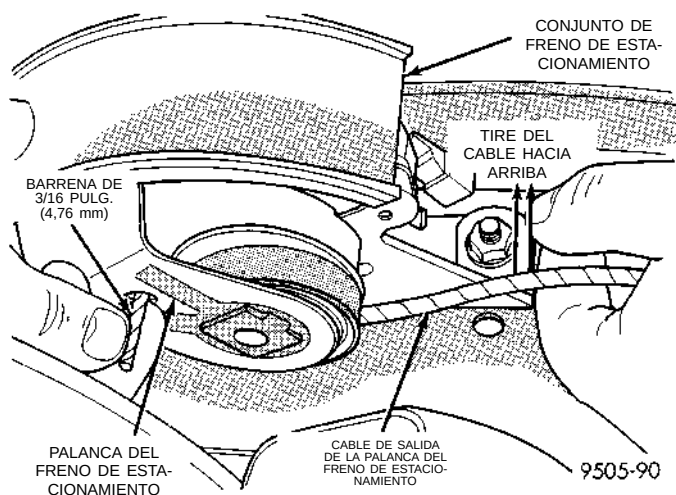

Fig. 8 Cerrador instalado en el mecanismo del freno de estacionamiento
(7) Baje la palanca manual del freno de estacionamiento.
(8) Sostenga con la mano el cable de salida de la palanca de freno de estacionamiento y tire de él hacia arriba, continúe tirando hacia arriba hasta que se pueda emplazar una barrena de 3/16 pulg. (4,76 mm) entre el mango y el sector de engranaje del mecanismo de freno de estacionamiento. (Fig. 8). Esto bloqueará el mecanismo del freno de estacionamiento y le quitará tensión a los cables del dicho freno.